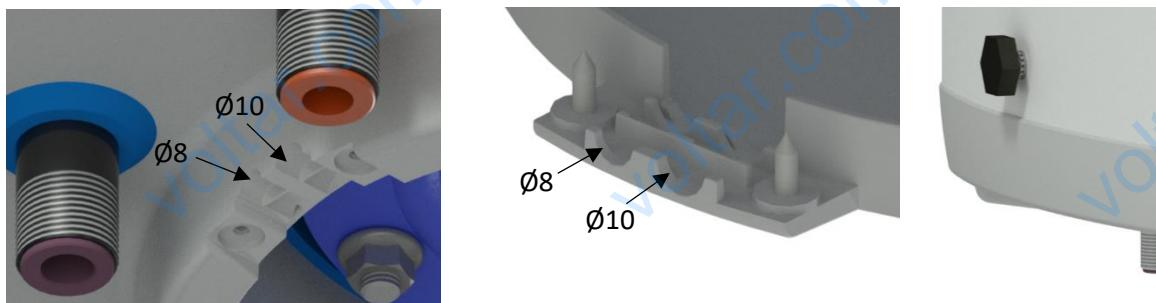
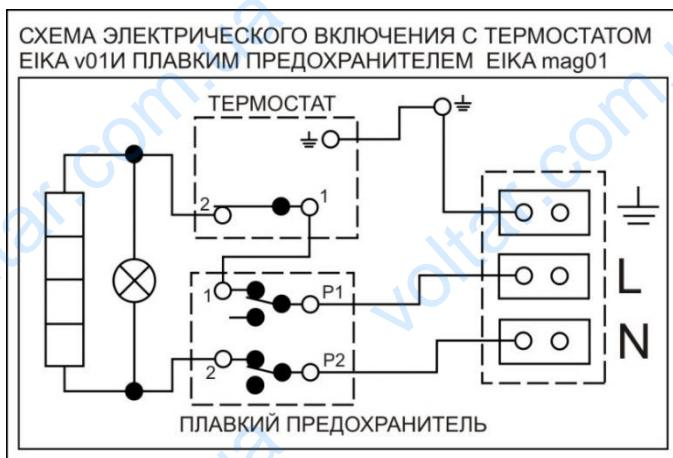

Рисунок 8
Рисунок 9
Подключение выполните согласно схеме. Подключение, выполненное на заводе, запрещено менять! (Рисунок 9). В крышке электропроводки снимите перегородку, соответствующую диаметру подводящего провода ф8 или ф10 (Рисунок 8). Степень защиты электрических компонентов водонагревателя - IP 44. Потребляемая мощность электрического нагревательного элемента - 2200 Вт.
- Схема эл. подключения прилагается к водонагревателю на крышке электропроводки (Рисунок 9).